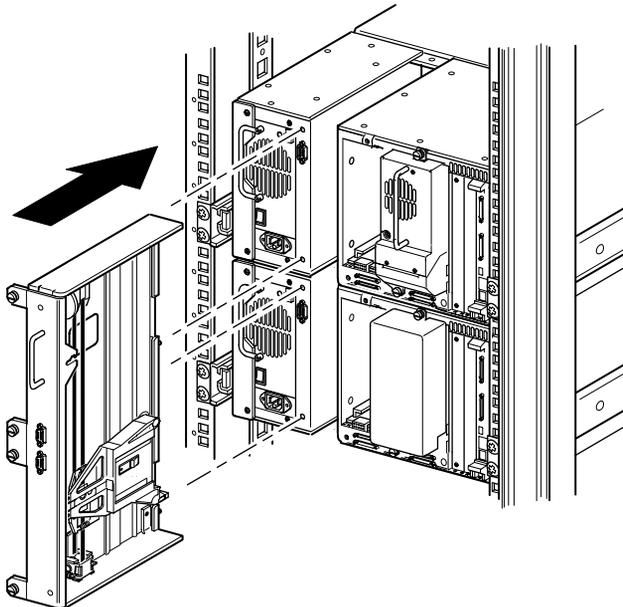

Figure 2-6. Installation de l'unité de base PTM
4. Installez l'unité de base PTM (voir la Figure 2-6).
1. Utilisez poignée tout en soutenant l'unité de base PTM par le dessous. (voir la Figure 2-6).